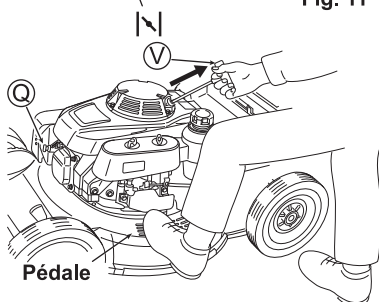

Fig. 12 6
1 Installez le capuchon de la bougie (Q). (Voir Fig. 12)
4 Pour démarrer le moteur, placez un pied sur la pédale du logement, tirez doucement sur le bouton du Démarreur (V) et arrêtez temporairement de tirer lorsque vous sentez une certaine résistance du bouton (Voir Fig. 12), puis tirez fortement sur le bouton à partir de cette position. Après cela, faites doucement revenir le bouton du Démarreur (V) dans sa position initiale.